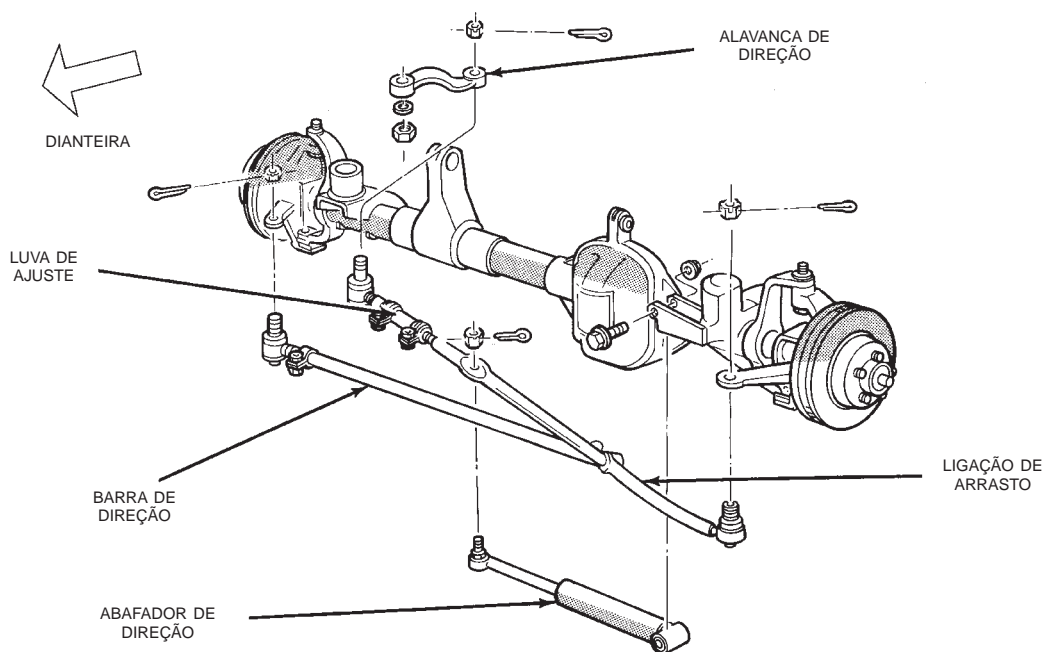

Fig. 5 Articulações da Direção (RHD - Direção do Lado Direito)
(1) Ligue o motor e vire as rodas para ambos os lados antes de deixá-las na posição reta. Com as rodas dianteiras na posição reta, fixe o volante.
(2) Afrouxe os parafusos de aperto da luva de ajuste (Fig. 5).
(3) Ajuste a posição de convergência da roda esquerda com a ligação de arrasto. Gire a luva até que a roda esquerda esteja dentro da especificação correta de CONVERGÊNCIA. Posicione os parafusos de aperto na sua posição original e aperte-os com um torque de 49 N·m (36 pés-lb.).